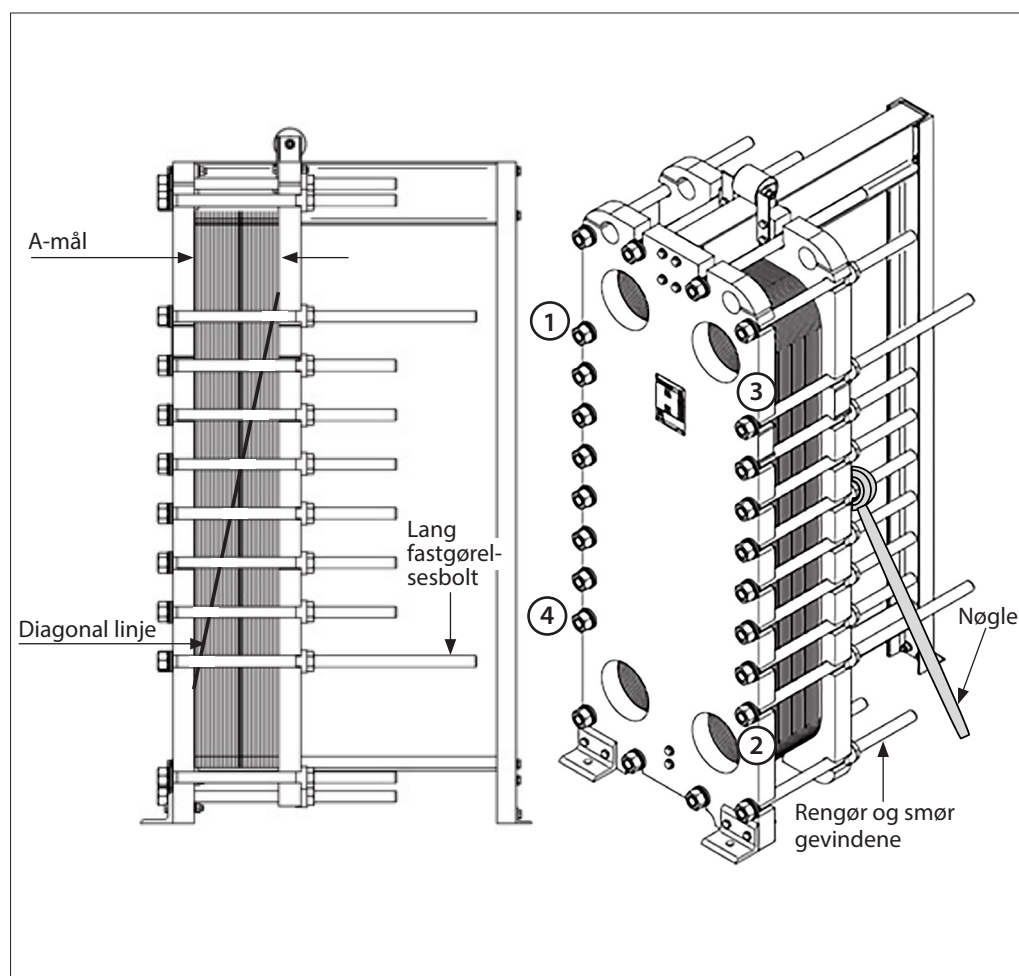

Fig. 14. Lukning af pladevarmeveksleren. NB! A-målet må aldrig være mindre end mindstemålet for A-mål (se typeskiltet)
- Installer de lange fastgørelsesbolte, og spænd dem jævnt i nummerorden 1, 2, 3, 4 (fig. 14), indtil der mærkes en modstand, dvs. medbringerrullen skal have en parallel lukkebevægelse